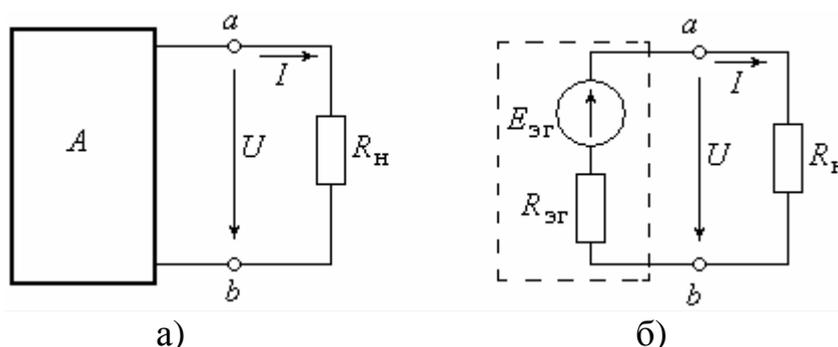

Рис. 2.1
Метод эквивалентного генератора применяется для исследования электрической цепи в случае, когда возникает необходимость определения тока, напряжения или мощности в одной ветви. Данную ветвь можно рассматривать как нагрузку, подключенную в точках a и b к остальной части сложной электрической цепи, которую можно заменить эквивалентным активным двухполюсником или эквивалентным генератором (рис. 2.1 а,б).
Величину тока можно рассчитать по закону Ома для неразветвленной цепи (см. рис. 2.1, б)
4. Какая зависимость называется внешней характеристикой эквивалентного генератора? Составить уравнение по второму закону Кирхгофа для схемы, изображенной на рис. 2.1.б, математически описывающее вид этой характеристики.
2. Составить математическое описание внешней характеристики, используя второй закон Кирхгофа для схемы на рис. 2.1, б и объяснить вид этой характеристики.